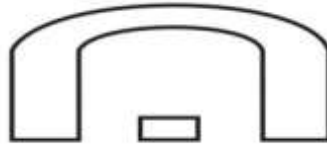

Рис. 8
- Задание 7. На шкале нанесен знак (рис. 8). Какой это прибор?